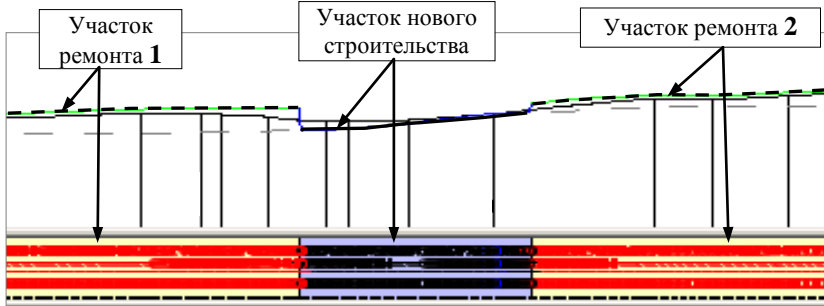

Рис. 20.3
умолчанию для нового строительства (рис. 20.3).
- В окне **Продольный профиль** двойным щелчком мыши захватите ЛРО на участке ремонта **1** (рис. 20.3), затем ЛРО на участке ремонта **2**.